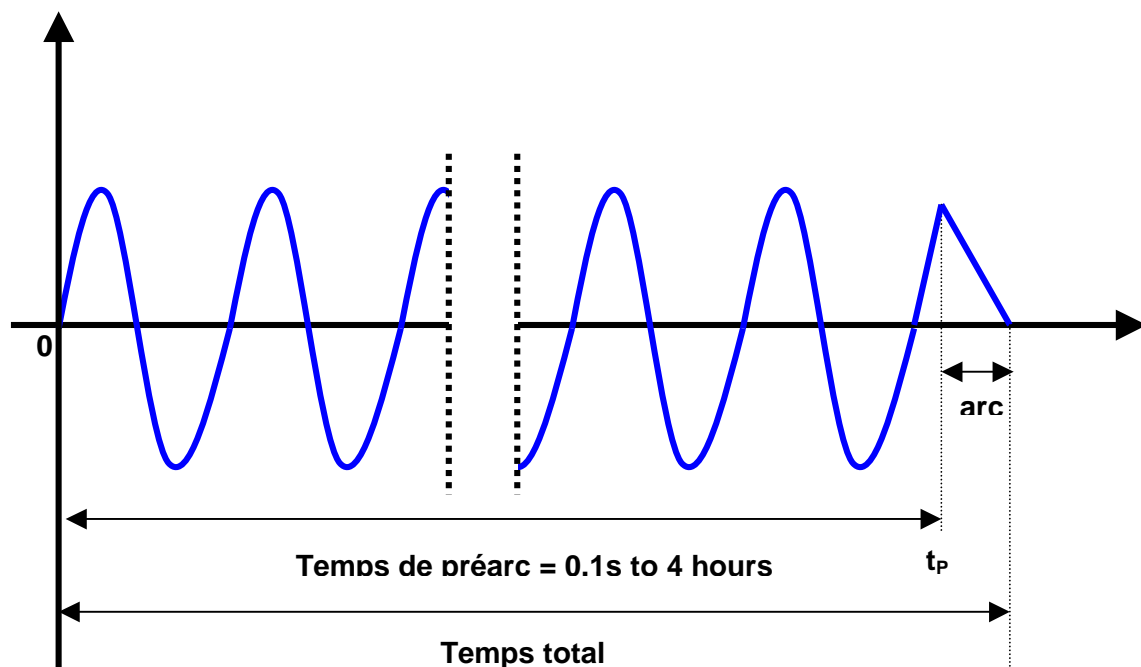

Figure 4: surcharge
3.1.2. Fonctionnement du fusible sur des surcharges (figure 4)